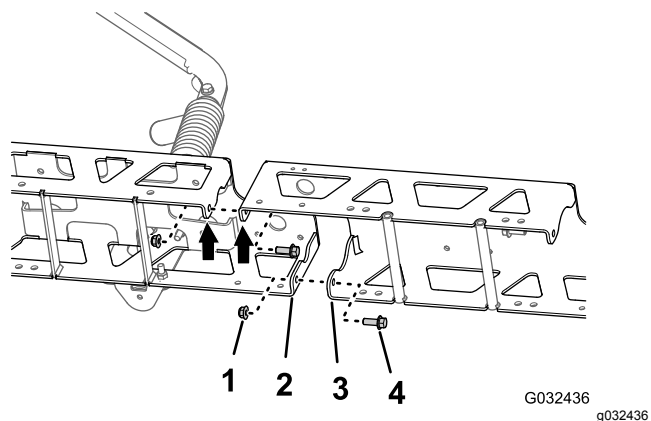

図 117
1. センターブームのトラスフレームの垂直フランジについている穴を、左または右のブームのトラスフレームの穴に合わせる図 117。
2. センターブームエクステンションをトラスフレームに仮組み付けする図 117 フランジヘッドボルト ($\frac{3}{8}$ x 1") 2本とフランジロックナット $\frac{3}{8}$ "を使用する。
3. センターブームのトラスフレームの垂直フランジについている穴を、右または左ブームのトラスフレームの穴に合わせる図 117。
4. センターブームエクステンションをトラスフレームに仮組み付けする図 117 フランジヘッドボルト ($\frac{3}{8}$ x 1") 2本とフランジロックナット $\frac{3}{8}$ "を使用する。